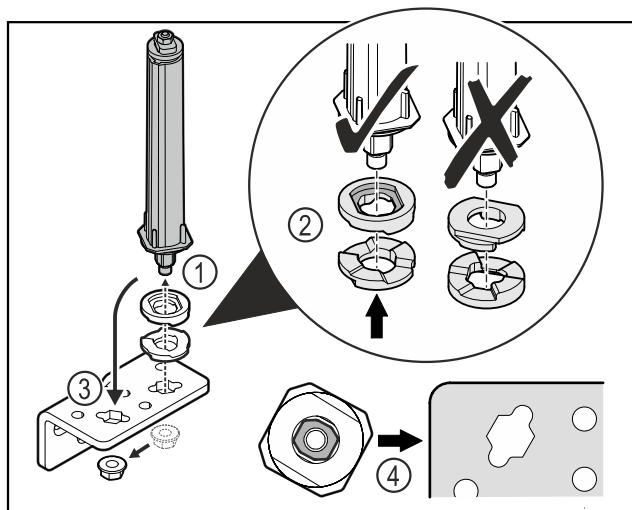

Fig. 20
- Lossa muttern och ta bort dörrlåssystemet Fig. 20 (1).
- Se till att rikta brickorna för höjjustering korrekt Fig. 20 (2).
- Montera om dörrlåssystemet i gångjärnsfästet och fixera med muttern Fig. 20 (3).
- Kontrollera att dörrlåssystemet är korrekt riktat vid monteringen Fig. 20 (4).